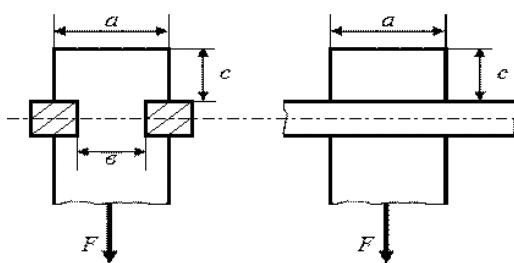

Рис.1
**Пример:** деревянный брус квадратного сечения,  $a = 180 \text{ мм}$  (рис.1) подвешен на двух горизонтальных прямоугольных балках и нагружен растягивающей силой  $F = 40 \text{ кН}$ . Для крепления на горизонтальных балках в брусе выполнены две врубки до размера  $b = 120 \text{ мм}$ . Определить возникающие в опасных сечениях бруса напряжения растяжения, среза и смятия, если  $c = 100 \text{ мм}$ .